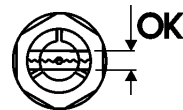

Рис. 5:
- Медленно наполните счетчик маслом с помощью шприца. Это может длиться от 5 до 10 минут, пока масло в обеих камерах не будет иметь одинаковый уровень. Количество масла достаточно, если его уровень расположен посередине масломерного стекла (рис. 5). Требуемое количество масла зависит от положения встраивания счетчика, ориентировочные значения приведены в таблицах 3 и 4.